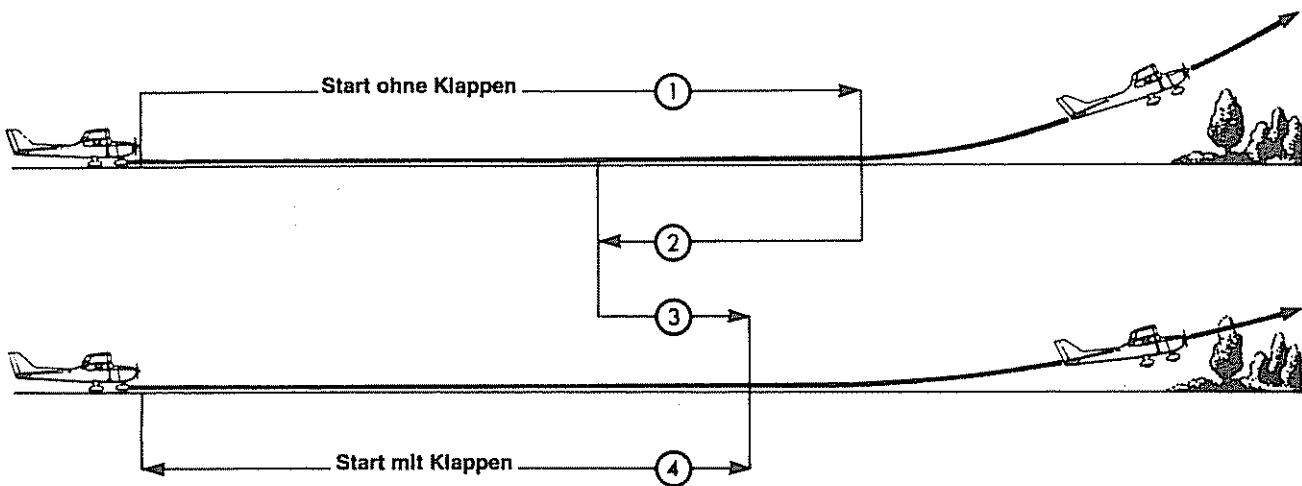

Bild 5: Start ohne/mit Klappen
Die Grafik zeigt die Startstrecke und den Steigwinkel beim Start ohne und mit ausgefahrenen Klappen. Die Verkürzung der Startrollstrecke ① durch den größeren Auftrieb ist in dem Bild 5 durch die Strecke ② dargestellt. Nun erhöht die ausgefahrene Klappe aber auch den Widerstand, was leider wieder die Startrollstrecke